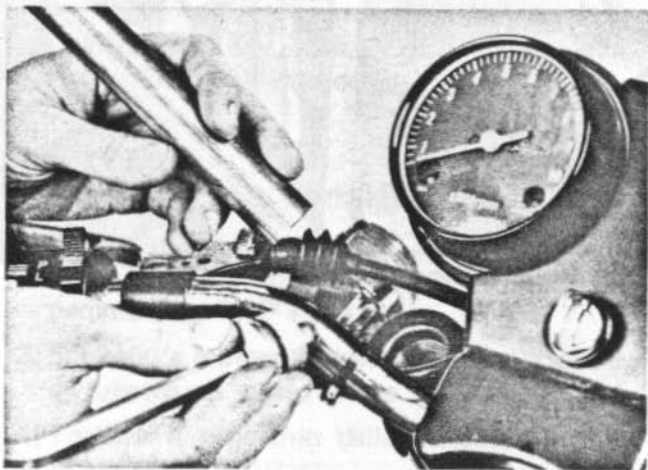

Fig. 47
- 1) Svitare con una brugola da 12 il tappo posto alla sommità di ogni stelo (Fig. 47).
- 1) Remove the plugs fitted to the top of each stanchion, using a 12 mm Allen key (Fig. 47).